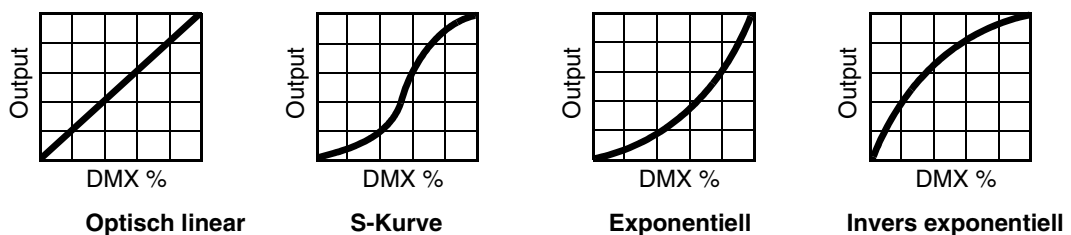

Bild 3: Dimmerkurven
- DIMMER CURVE** stellt vier Dimmerkurven zur Verfügung (siehe Bild 3):